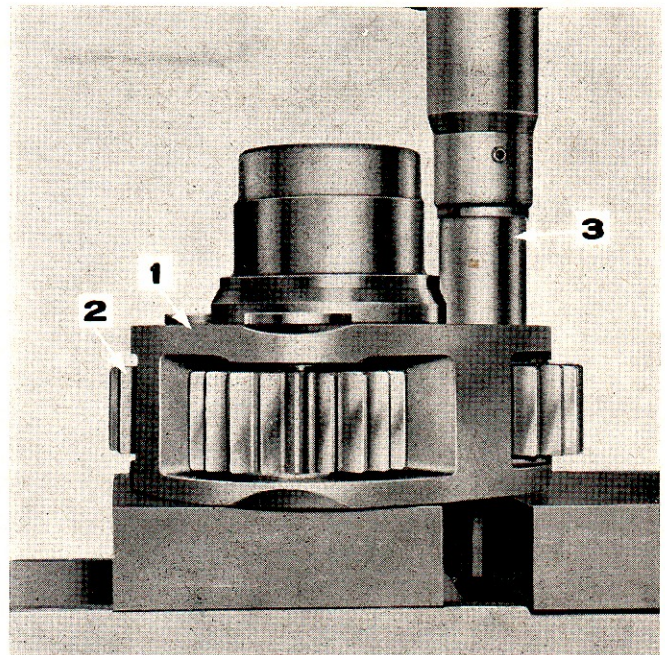

Figure 55: Montage des pivots de satellites
2. Introduire les trois pivots dans les alésages du porte-satellites. S'assurer que le plat de la tête de chaque pivot est orientée vers le centre du porte-satellites, et enfoncer les trois pivots à la presse (Figure 55).